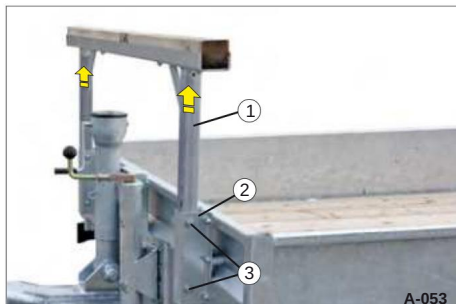

Fig. 57 Oplåsning af støttebenet
- ÿ Løsn skrueforbindelsen (Fig. 57/3) på begge pælelommer (Fig. 57/2).
- ÿ Træk støtterammen (Fig. 57/1) langsomt og samtidigt ud af pælelommerne.